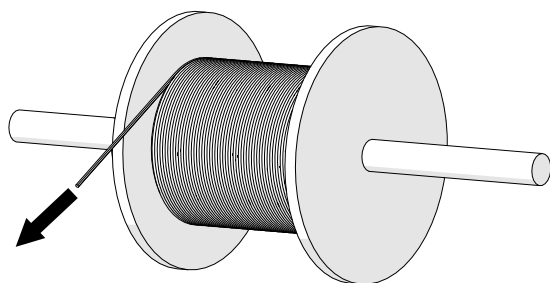

Abb. 15: Heizleiterende von Spule abwickeln
- Das Ende des Heizleiters von der Spule wickeln (siehe Abb. 15) und am Einspeisepunkt der Heizung durch die Hohlkammer des Isolierprofils geradlinig zum nächsten Einspeisepunkt ziehen, bevor die Verbindler 0812 und die Einspeisungen 0812 (siehe Kapitel 2.3.2) montiert werden (siehe Ablauf/Organisation des Einzugvorganges).